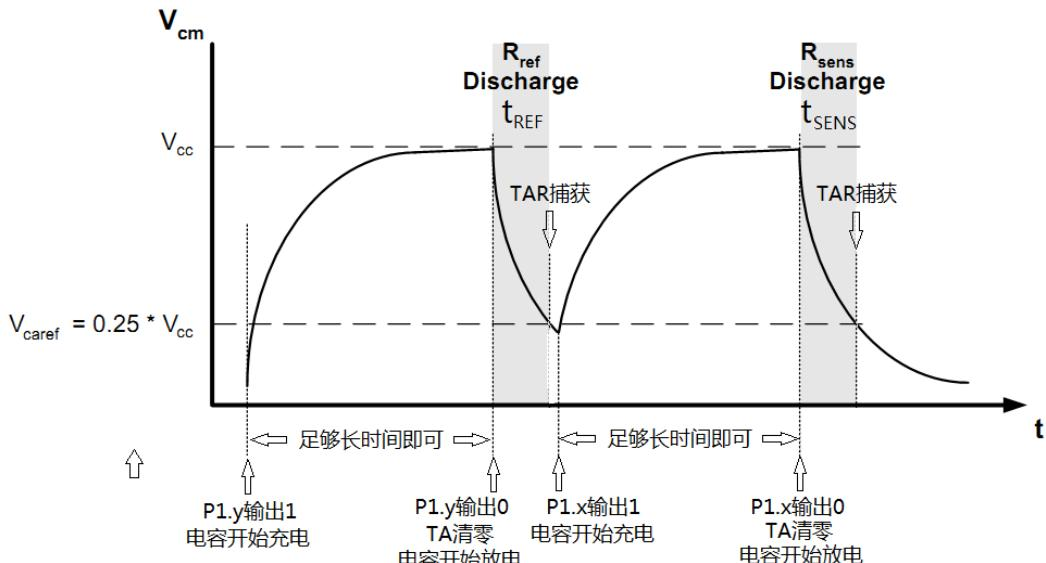

图 17.14 Slope 型 ADC 操作图
参考图 17.14, slope.c 的功能为:
- 3) 参考图 17.14, Slope 型 ADC 的测量原理是轮流使用比较器天平“称东西”，所以本例中的 Slope_Measure_Flag 是用来标识当前测量的是参考电阻还是传感器电阻的用途。